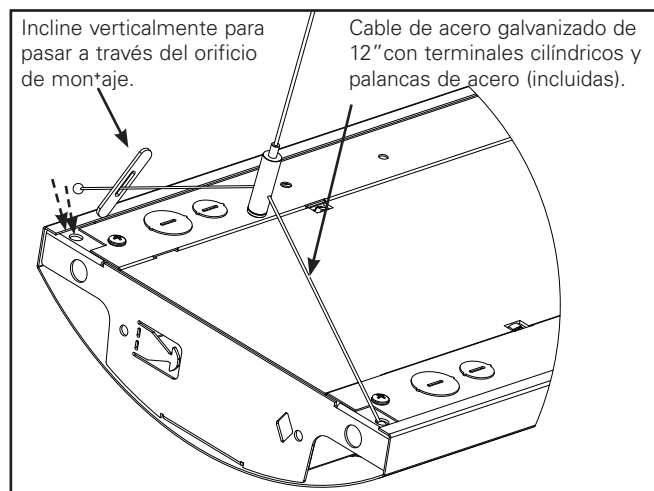

Figura 1.
1. Inserte el terminal cilíndrico en el agujero de la esquina. (Figura 1.)